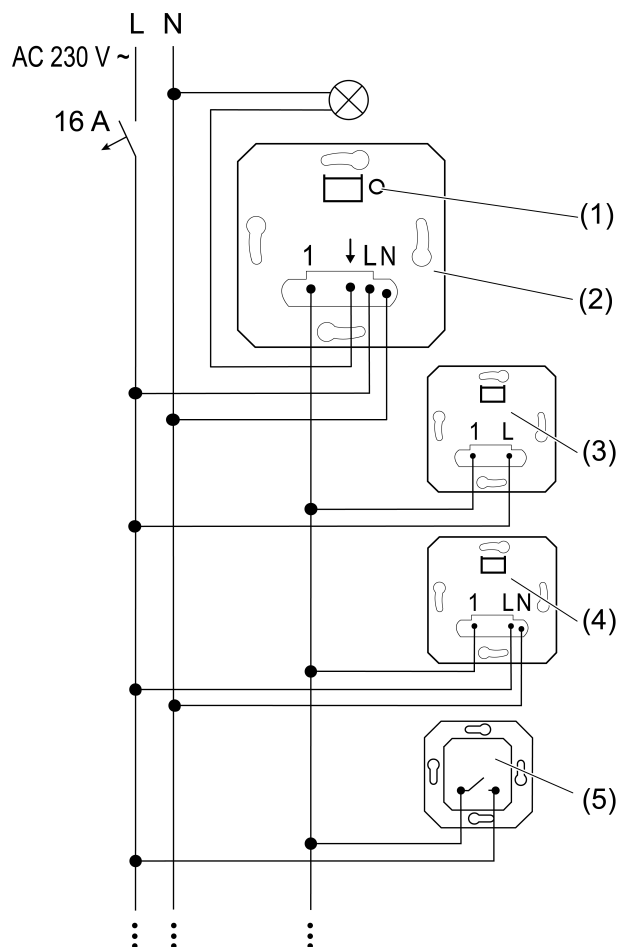
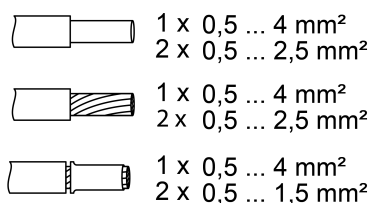

Figura 1: Schema di collegamento con regolatori esterni opzionali
Figura 2: Sezione cavo collegabile
- Collegare l'inserto di commutazione (2) secondo lo schema di collegamento (Figura 1). Osservare le sezioni del cavo collegabili (Figura 2).
- Collegare il regolatore esterno a 2 fili (3), il regolatore esterno a 3 fili (4) e il tasto con contatto di chiusura (5), opzionale.
- i** Tramite breve azionamento del tasto **TEST** (1), il carico può essere attivato.